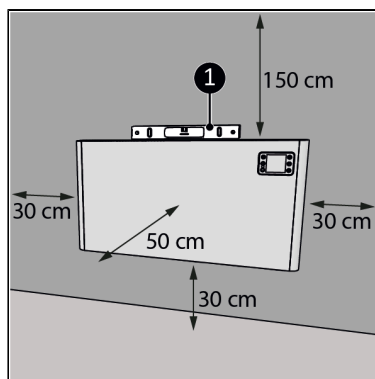

Figure 9.
1. Placez l'appareil sur une surface verticale et solide. Utilisez un niveau à bulle pour placer l'appareil (Figure 9, pos. 1).
2. Placez l'appareil en respectant une distance minimale (Figure 9) de :